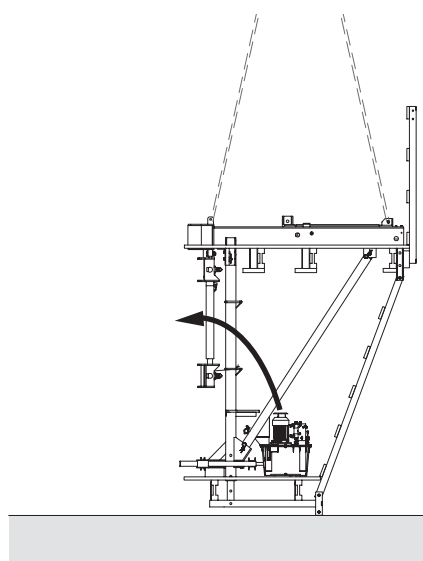

Fig. E2.05
17. Posizionare l'unità di ripresa sul lato anteriore. (Fig. E2.05)